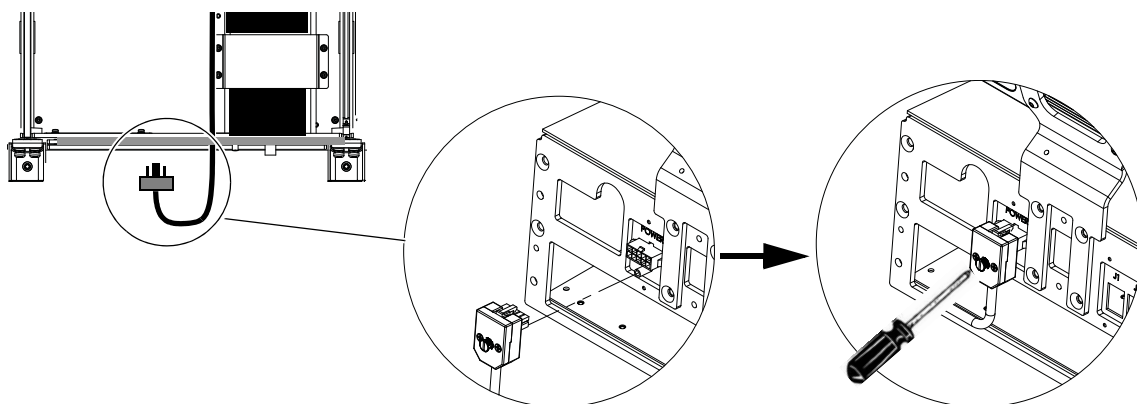

図 13. ケーブル端子を背面タイ・プレートに接続
- 2 ケーブル端子をシャーシの背面から、背面タイプ・プレート上の電源端子コネクタにつなぎます (図 13 を参照)。小型のマイナス・ドライバーを使って、プラグを端末に固定します。